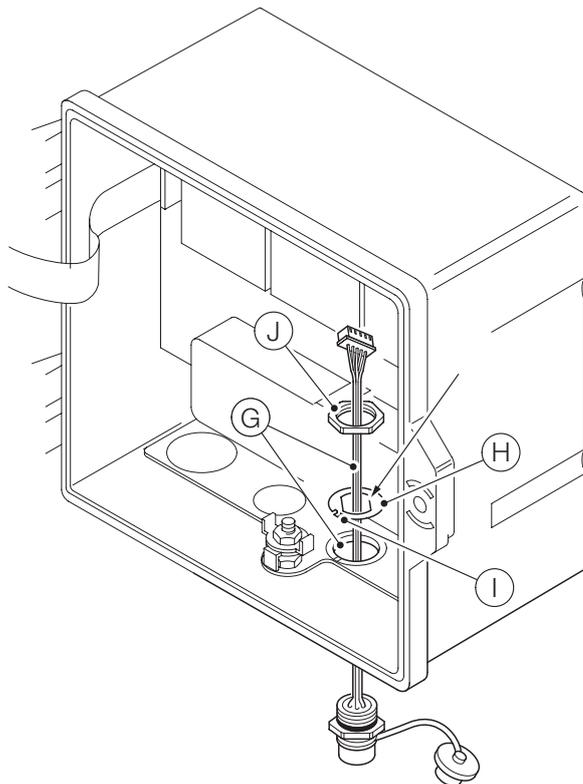

图 12 准备 EZLink 连接器电缆固定件
请参阅图 12:
- 7 将对齐耳片 (I) 插入压盖板槽 (K) (对于塑料壳版本) 或插入铸槽 (对于金属壳版本)。
- 8 将 EZLink 连接器本体 (L) 完全插入电缆进线口, 使用对齐垫圈上的平面对齐连接器本体 (参见图 12)。
- 9 将后螺母 (J) 拧到连接器本体上, 并用扳手拧紧。